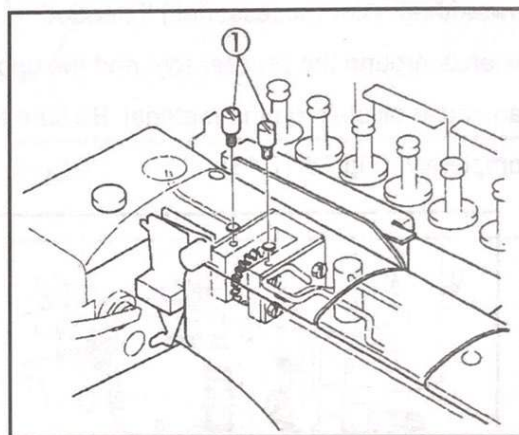

Fig.15
裝新機器或使用久未使用的機器，如果油沒有循環完整，需移除幫浦上的油塞螺絲①，注入油後裝回螺絲再使用機器。(Fig.15)
Remove the plug screws① of the pump driven gear to prime oil. Run a machine after resetting them①. (Fig.15)